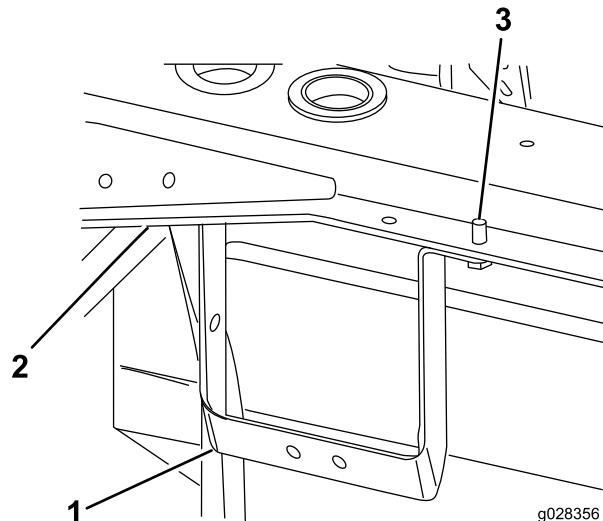

Рисунок 9
- Установите кронштейн перегородки на левое заднее крепление рамы с помощью 2 самонарезающих винтов (5/16 дюйма) (Рисунок 9).